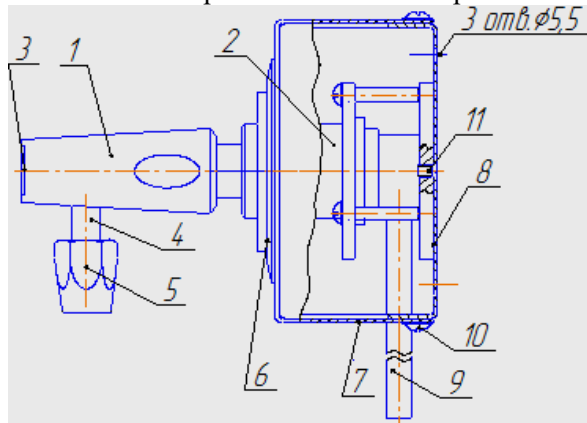

Рис.1 СКБ-1 в сборе
4.1 СКБ-1 в сборе состоит из штекера газового 1, клапана газового 2, коробки монтажной см.рис.1
5.1 Для установки СКБ-1 см. рис.1 необходимо: